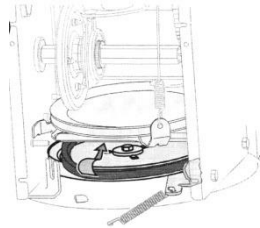

Figura 18
- La taglierina è fissata al mandrino a spirale con due perni di sicurezza e una coppiglia. Se la taglierina colpisce un oggetto estraneo o un accumulo di ghiaccio, il lanciatore è progettato in modo che i perni ruotino. Vedere la Figura 18.
- Far scivolare la cinghia dello sterzo tra la ruota di frizione e il suo disco. Vedere la Figura 18.